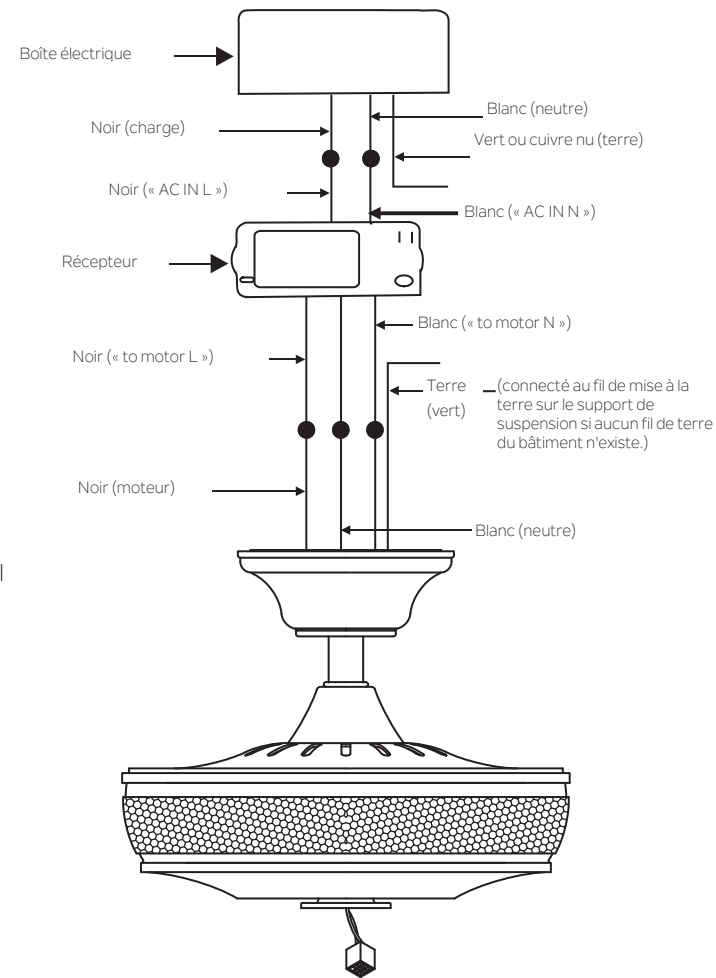

Fig. 14
## Étape 2. Connexions électriques Moteur à récepteur : (Fig. 14)
## Étape 3. (Fig. 14) Récepteur pour héberger les connexions de l'alimentation électrique du bâtiment :
**Étape 4.** (Fig. 14) Si votre boîte électrique comporte un fil de mise à la terre (vert ou cuivre nu) connecter-le au fil de mise à la terre du ventilateur; sinon, connecter le fil de mise à la terre de la bride de suspension au support de montage. Sécuriser chaque connexion de fils à l'aide des écrous à fils en plastique fournis dans le sac de pièces. Après avoir complété la connexion des fils, les séparer de manière à ce que les fils vert et blanc soient d'un côté de la boîte électrique alors que les fils noir et bleu sont de l'autre côté de la boîte. Pousser délicatement les connexions de fils dans la boîte électrique.